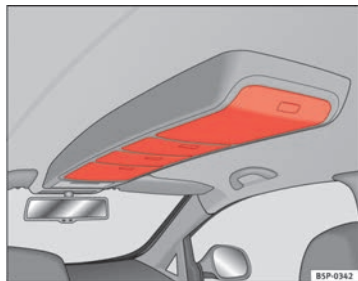

Fig. 104 Portaobjetos en el techo
- Para abrir estos compartimentos, presione sobre el pulsador de la tapa, ⇒ **fig. 104**. La tapa se abre automáticamente.